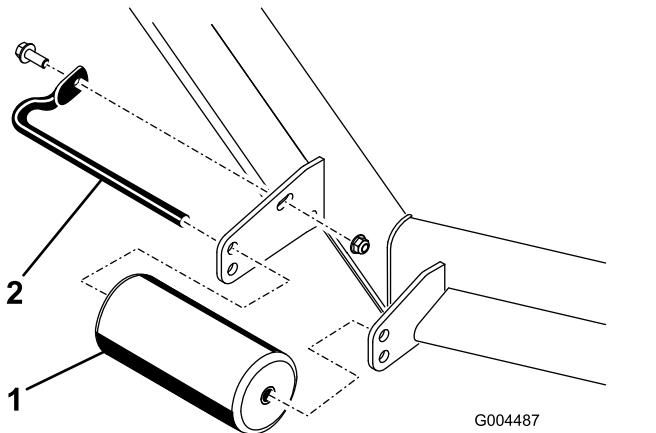

Figure 7
- Retirez les fixations de chaque galet sur votre tondeuse et montez ou abaissez les galets à votre convenance (Figure 7).